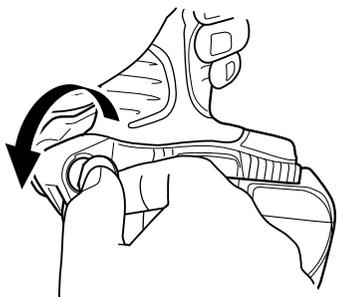

Fig. 11
(2) Cambio de la posición del gancho
- (a) Sujete firmemente la unidad principal y saque el tornillo usando un destornillador de cabeza ranurada o una moneda. (Fig. 11)